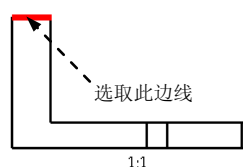

图 5.8.13 指定引线的起点位置
Step3. 在系统  使用鼠标左键(+CTRL)选取一个或多个附加参照，然后单击鼠标中键放置符号的提示下，选取图 5.8.13 所示的边线，以指定引线的起点位置，然后移动光标到合适的位置单击中键，以决定符号要放置的位置。